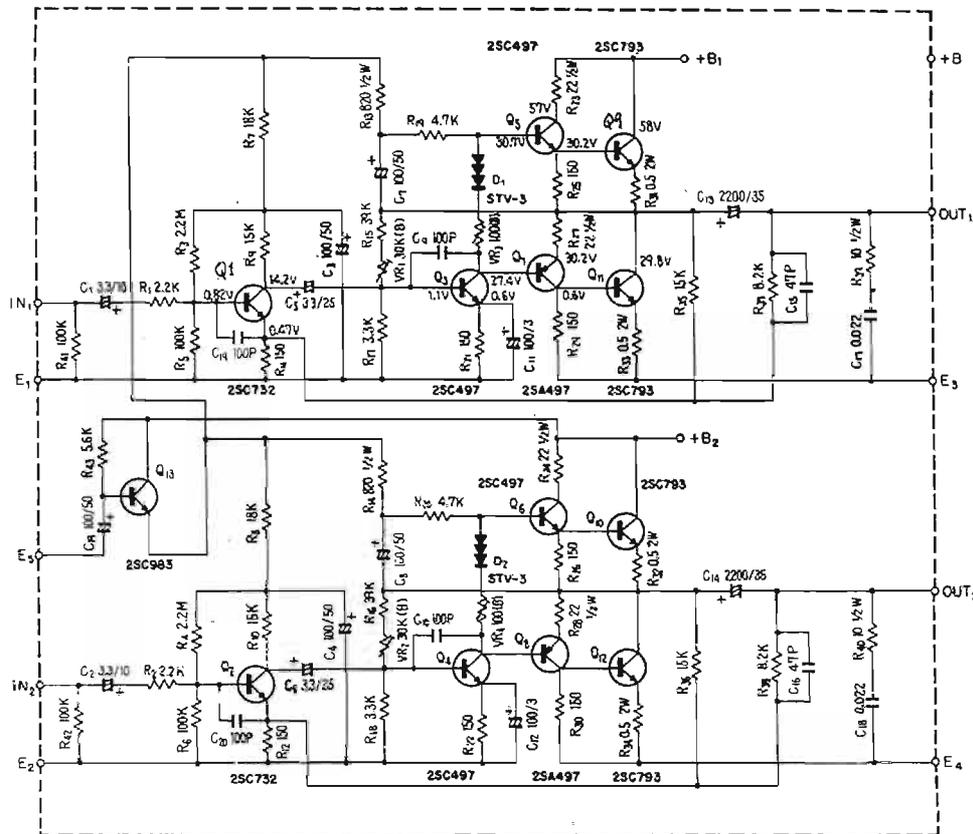

Fig. 7
**Amplificateur de puissance (Fig. 7).** Les signaux entrent sur la base du premier étage, transistor  $Q_1$ , en traversant le condensateur  $C_1$  et la résistance  $R_1$ . Cet étage reçoit sur son émetteur le signal de contre réaction globale; la liaison à l'étage suivant, transistor  $Q_3$ , s'effectue à travers le condensateur  $C_5$ . Le condensateur  $C_9$  placé entre base et émetteur stabilise cet étage en évitant les accrochages haute-fréquence, et limite la bande transmise. Le potentiomètre  $VR_1$  permet l'ajustage du courant de repos de l'étage final, et  $VR_3$  équilibre la symétrie de ceux-ci. Les étages divers  $Q_5-Q_7$  attaquent ensuite les transistors de sortie  $Q_8-Q_{11}$  utilisés en quasi complémentaire, puis les signaux sont transmis vers les enceintes à travers le condensateur de liaison  $C_{13}$ . Le réseau de contre réaction ramené sur l'émetteur de  $Q_1$ , est composé d'une résistance  $R_{35}$ , et du RC  $R_{31}-C_{15}$ .
Pour éviter les clics, il est nécessaire que lors de la mise sous tension d'un amplificateur, la tension d'alimentation ne se retrouve instantanément sur la base du transistor  $Q_5$  (Fig. 7). On insère en série entre ce point et l'alimentation le transistor  $Q_{13}$ , dont la tension base est contrôlée par le réseau de temporisation  $R_{43}-C_{19}$ . Le transistor est bloqué pendant la durée de la charge de  $C_{19}$ , ici 5 à 6 secondes, puis il passe lentement en régime saturé, la tension est alors appliquée sur la base de  $Q_5$  (voie G) et de  $Q_6$  (voie D) sans claquement de commutation. On peut utiliser un transistor type 2N2904-2905 ou 2907 pour réaliser ce montage, et adapter le RC pour obtenir une temporisation de l'ordre de 5 à 10 secondes.